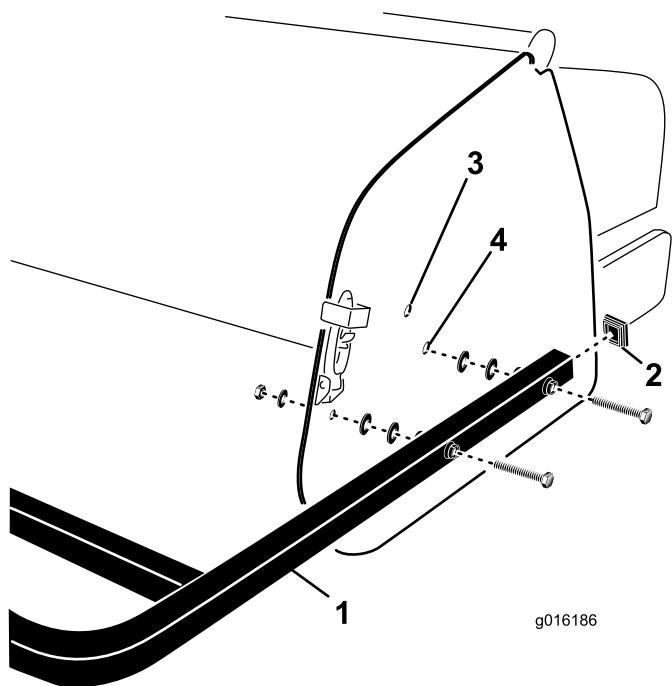

Figura 28
1. Insira os tampões nas extremidades dos tubos da protecção traseira (Figura 28).
2. Alinhe os orifícios com os tubos de montagem da protecção traseira com os furos nas placas laterais do arejador (Figura 28).
- Prenda os tubos de montagem da proteção nas placas laterais com 4 parafusos, anilhas planas e porcas (Figura 28).